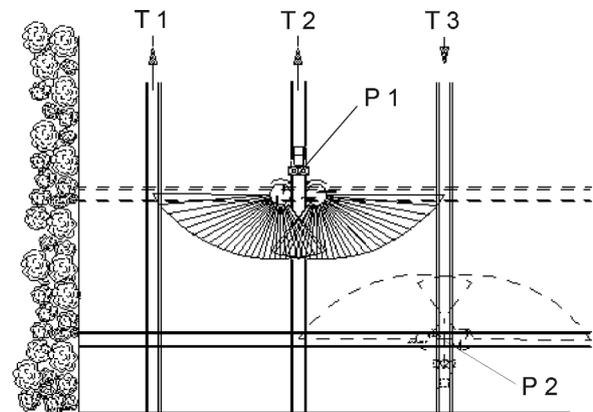

Fig. 72
**Öffnen des Schiebers** bei "Hinfahrten" ungefähr **am Punkt P1** (Fig. 72), wenn der Schlepper die 2. Fahrgasse des Vorgewendes (gestrichelte Linie) passiert.
**Schließen des Schiebers** bei "Herfahrten" **am Punkt P2** (Fig. 72), wenn sich der Streuer in Höhe der ersten Fahrgasse des Vorgewendes befindet.